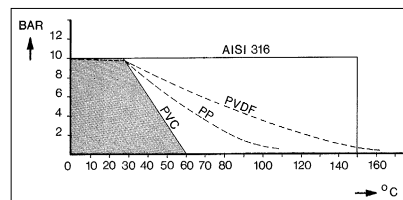

Fig. 2-2. Classe de pression/température
- maximum : dépend du matériau et de l'application (voir fig. 2-2)
: voir fig. 2-2